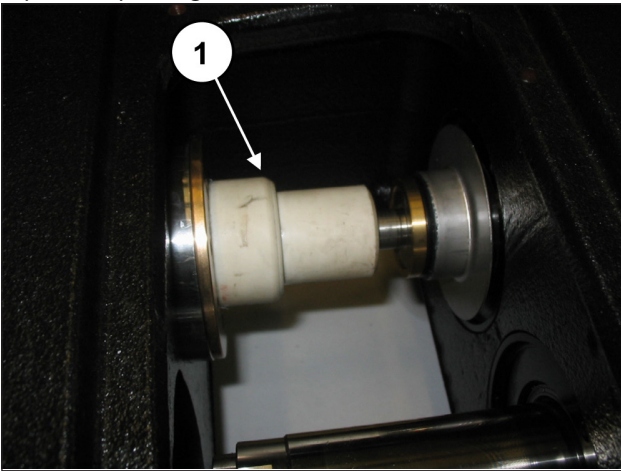

Fig. 141
Tourner manuellement l'arbre de sorte que les 3 pistons se trouvent en position de point mort supérieur. Insérer l'outil tampon réf. 27516600 entre le guide du piston et le piston (rep. ①, Fig. 141).